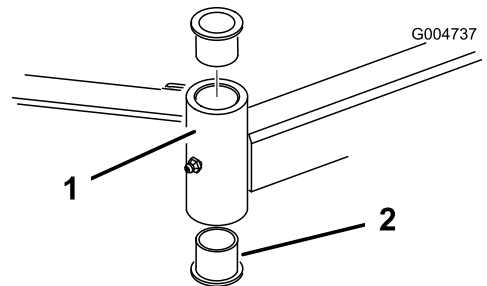

Figura 22
- Inserte un botador fino en la parte superior o inferior del tubo de montaje y dé golpes hasta retirar el casquillo del tubo (Figura 22). Retire también el otro casquillo del tubo. Limpie el interior de los tubos para eliminar toda suciedad.